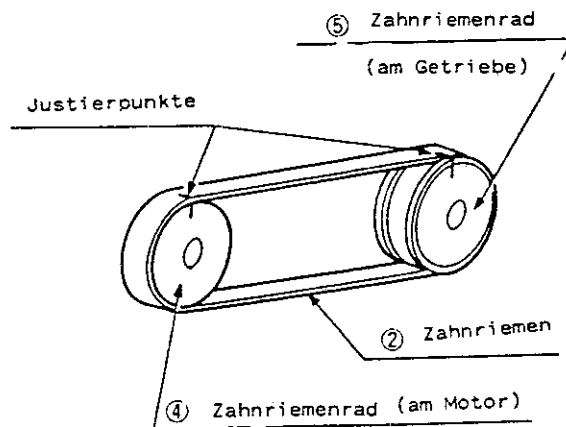

Abbildung 4.3.10 Markierung an Zahnriemen und Zahnriemenrädern
- (1) Entfernen Sie die Bremsen entsprechend Abschnitt 3.7.1.
- (2) Entfernen Sie die 3 Montageschrauben (6), um die Bremsmontageplatte (7) zu lösen.
- (3) Ellenbogen-Zahnriemen: Seien Sie vorsichtig, wenn Sie die Montageplatte entfernen, da Kabel angeschlossen sind, die nicht durch zu weites Abziehen der Platte abgerissen werden dürfen.
- (4) Markieren Sie die Justierpunkte auf dem Zahnriemen (2) und den Zahnriemenrädern (4) und (5), um den Zahnriemen wieder richtig einsetzen zu können. (s. Abb. 4.3.10).
- (5) Lösen Sie die vier Motorschrauben (1) und entfernen Sie den Zahnriemen.
- (6) Markieren Sie die Anordnung der Justierpunkte auf dem neuen Zahnriemen. Halten Sie dabei den Zahnriemen gespannt.
- (7) Setzen Sie den neuen Zahnriemen ein. Vergewissern Sie sich, daß er richtig auf den Zahnriemenrädern (4) und (5) sitzt und die Markierung der Justierpunkte übereinstimmt.
- (8) Stellen Sie die Zahnriemenspannung, wie in Schritt (2) bis (9) unter Einstellung beschrieben, ein.
- (1) Markieren Sie die Justierpunkte auf dem Zahnriemen (2) und den Zahnriemenrädern (4) und (5), um den Zahnriemen wieder richtig einsetzen zu können (s. Abbildung 4.3.10).
- (2) Lösen Sie die vier Motorschrauben (1) und entfernen Sie den Zahnriemen.
- (3) Markieren Sie die Anordnung der Justierpunkte auf dem neuen Zahnriemen. Halten Sie dabei den Zahnriemen gespannt.
- (4) Setzen Sie den neuen Zahnriemen ein, indem sie ihn über die Zahnriemenräder (4) und (5) ziehen. Vergewissern Sie sich, daß die Justierpunkte übereinstimmen.
- (5) Stellen Sie die Zahnriemenspannung entsprechend den Schritten 2 - 4 unter B ein.